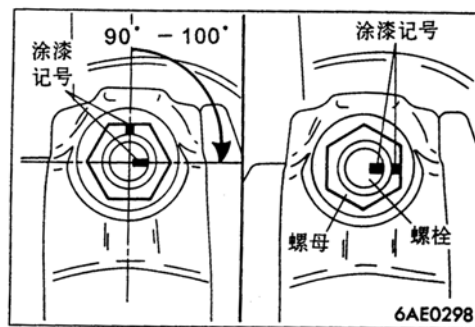

图 3-58
(7) 连杆盖螺母的安装
e. 如图 3-58 所示, 在每个螺母顶部做涂漆记号。